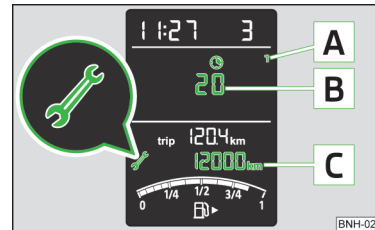

Abb. 27
**Bildbeschreibung** » Abb. 27
Die Serviceart wird durch die Nummer auf der Position **A** » Abb. 27 unterschieden.
Wird ein Servicetermin **fällig**, dann wird für ca. 10 Sekunden die folgende Information angezeigt » Abb. 27.